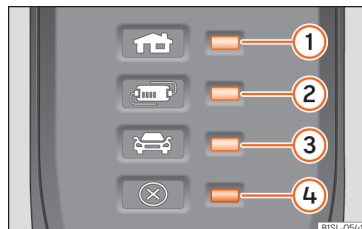

Abb. 216 Am Ladekabel für Netzsteckdosen: Kontrollleuchte in der Schutzeinrichtung.
» » **Abb. 216:**
» » **Abb. 216** ist der Ladestecker so lange stromlos, bis er in die Ladedose des Fahrzeugs gesteckt wurde.
» Abb. 216 ①, ② oder ③ leuchten grün.
Anzeige » Abb. 216	Bedeutung
Wenn die Warnleuchte ④ rot blinkt oder leuchtet, ohne dass eine der Kontrollleuchten » Abb. 216 ①, ② oder ③ der Betriebsanzeige dauerhaft leuchtet, liegt eine Störung vor.